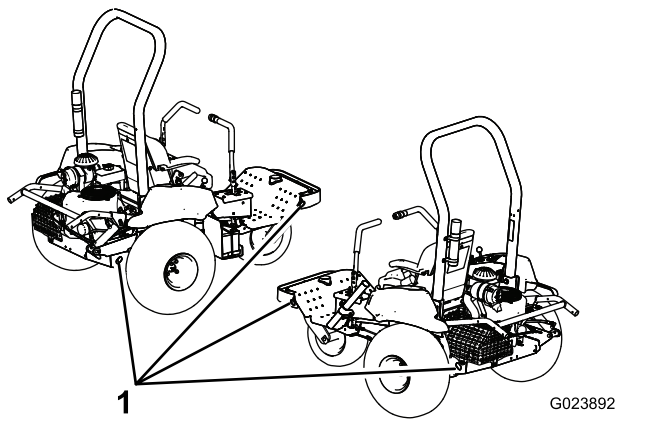

图30
5. 使用机器上的栓系点（图30），用箍带、链条、缆绳或绳子将机器牢牢固定在运输车上。